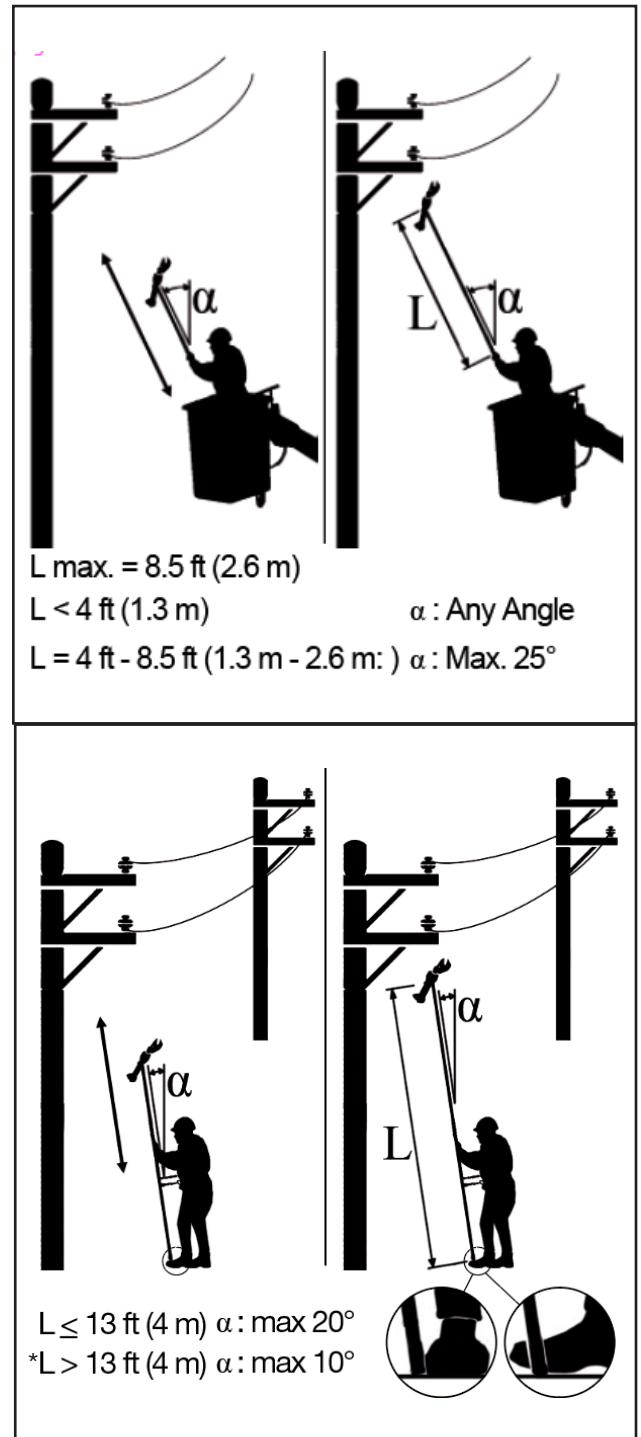

Figure 9
9. Maintenir la perche isolante avec les deux mains et fixer l'extrémité de la perche isolante avec votre pied ou la paroi du panier pour réduire le risque de torsion ou de perte de contrôle de l'outil. Étendre la perche isolante et maintenir le bâtonnet incliné légèrement devant vous (Fig. 9).